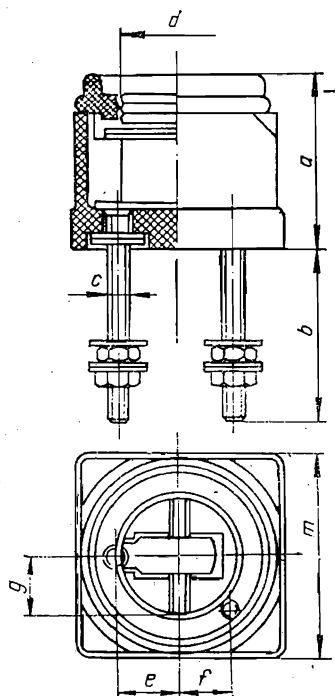

Fig. 5.13. Soclu pentru siguranțe LS cod 2003 pentru 25 A, cod 2013 pentru 63 A cod 2020 pentru 100 A.
*Soclu pentru siguranțe LS* (fig. 5.13). Se utilizează în instalațiile electrice la care legăturile se execută în spatele panoului. Caracteristicile tehnice sînt date în tabelul 5.8.